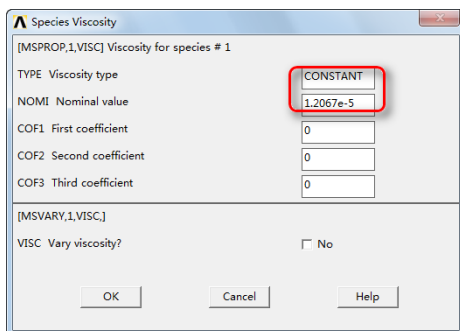

图 10-84 “Species Viscosity” 对话框
⑬单击“OK”按钮会弹出“Species Viscosity”对话框，如图 10-84 所示，在“TYPE Viscosity type”输入框输入 CONSTANT，在“NOMI Nominal value”输入框输入 1.2067e-5。
③②单击“OK”按钮会弹出“Species Viscosity”对话框,如图 10-84 所示,在“TYPE Viscosity type”输入框输入 CONSTANT,在“NOMI Nominal value”输入框输入 $1.786\text{e-}5$ 。
④⑦单击“OK”按钮会弹出“Species Viscosity”对话框,如图 10-84 所示,在“TYPE Viscosity type”输入框输入 CONSTANT,在“NOMI Nominal value”输入框输入 $8.94\text{e-}6$ 。